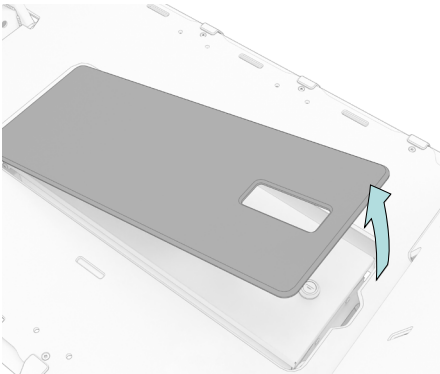

Abb. 19
1. Greife in die Aussparung der Abdeckplatte und entnimm die Platte (Abb. 19).